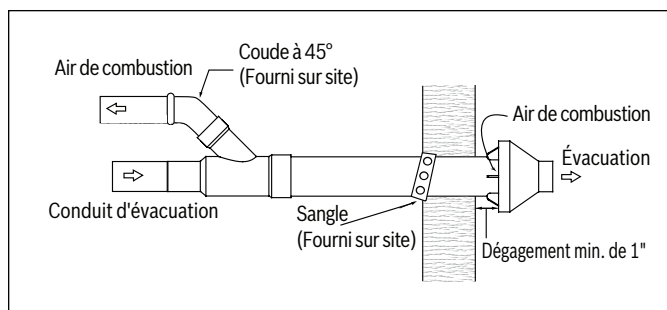

Figure 35
- Installez l'ensemble de raccord concentrique en Y et de tuyau collé à travers le trou de la structure (Figure 35). REMARQUE : Ne laissez pas l'isolation ou d'autres matériaux s'accumuler à l'intérieur de l'ensemble de tuyaux lors de l'installation à travers le trou.
- Fixez l'ensemble à la structure comme indiqué sur la Figure 35 en utilisant des sangles métalliques fournies sur le site ou un matériel de support équivalent.